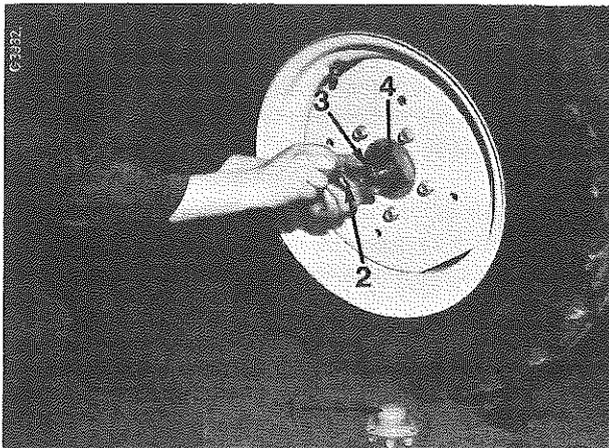

Figure 104
Enlevez les chapeaux de moyeux (1) Fig. 104, les goupilles (2) et les chapeaux de blocage (3) puis resserrez l'écrou de réglage (4) jusqu'à disparition complète du jeu et jusqu'à ce qu'une résistance se fasse sentir sur la clé. Faites tourner la roue lors du serrage jusqu'à ce qu'elle commence à résister légèrement.